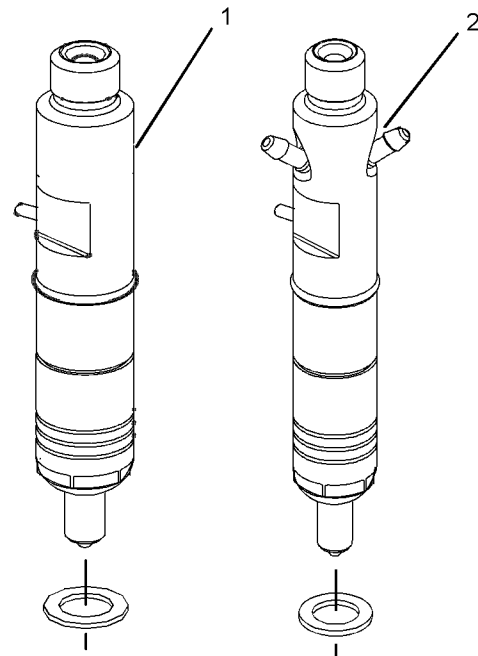

Abbildung 37
Das Kraftstoffeinspritzelement (1) in der Abbildung 37 hat keinen Kraftstoff-Rücklauf. Das Kraftstoffeinspritzelement (2) weist einen Kraftstoff-Rücklauf auf.